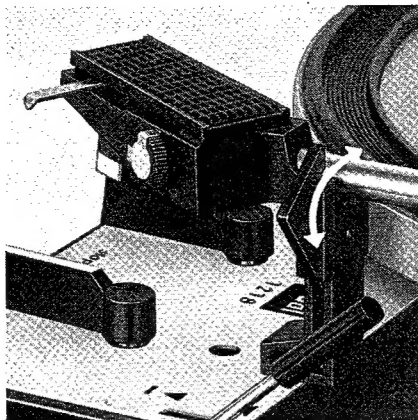

Fig. 7
Dann wählen Sie die erforderliche Plattenteller-Drehzahl ②, stellen die Drehtaste ⑬ auf den Schallplatten-Durchmesser (17, 25 oder 30 cm, bzw. 7, 10 oder 12") ein und entriegeln den Tonarm (Fig. 7). Nun ist das Gerät betriebsbereit. Die erschütterungsfrei bedienbare Steuertaste leitet die Funktionen beim automa-
**Bemerkung:** Nach dem Spielen der Schallplatte oder der letzten Platte eines Stapels kehrt der Tonarm automatisch auf seine Stütze zurück. Das Gerät schaltet sich aus. Es empfiehlt sich, nach Beendigung des Spieles den Tonarm zu verriegeln (Fig. 7).